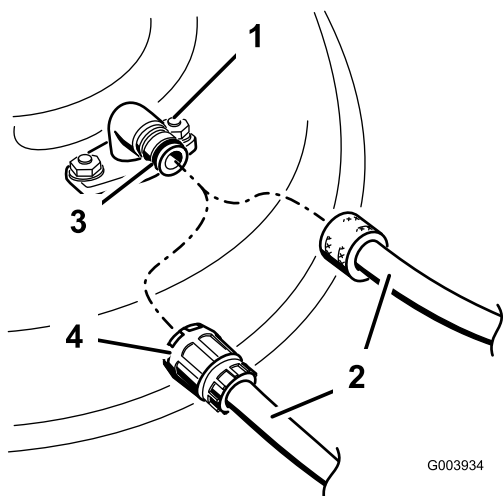

Figure 48
3. Vissez le raccord de lavage à l'embout de lavage du carter de tondeuse et ouvrez l'eau en grand (Figure 48).